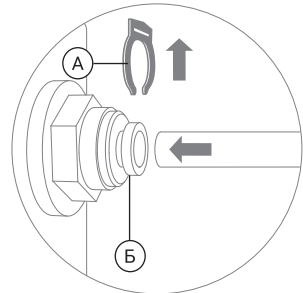

Рис. 3
1. Отсоедините стопорную клипсу (А), затем вставьте трубку до упора в фитинг, продев ее через цанговое кольцо (Б). Для герметизации соединения приложите дополнительное усилие, при этом трубка утопится еще примерно на 3 мм и будет плотно обжата резиновым кольцом (рис. 3).